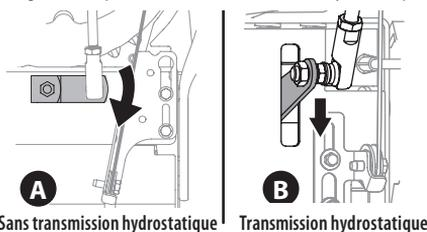

Figure 57
- Assurez-vous que le levier de vitesse à l'arrière de la transmission est complètement tourné vers le bas. Voir Figure 57 (A) pour les modèles sans transmission hydrostatique et Figure 57 (B) pour ceux avec une transmission hydrostatique.
- Tournez la virole vers le haut ou vers le bas sur la tige du levier de vitesse jusqu'à ce qu'elle s'aligne avec le trou supérieur du levier de vitesse. Voir Figure 57.